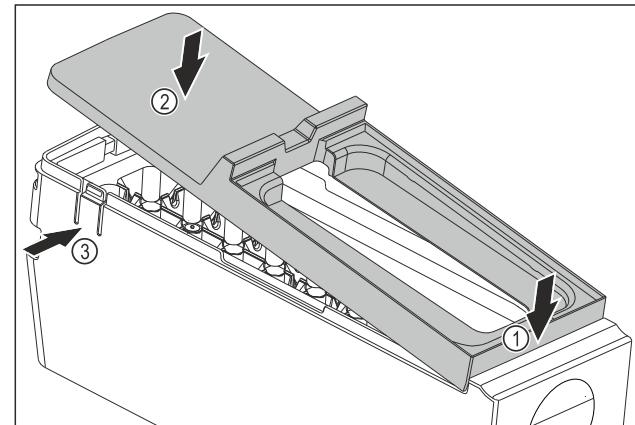

Fig. 85
- Смонтируйте крышку корпуса EasyTwist-Ice: Установите крышку спереди. Fig. 85 (1)
- Опустите крышку сзади. Fig. 85 (2)
- ▷ Крышка со щелчком фиксируется в накладках Fig. 85 (3).